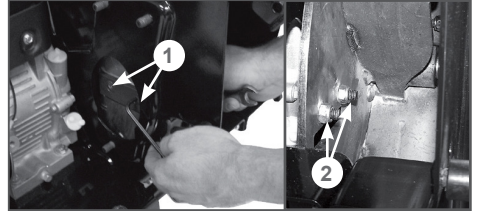

Рис. 21 Снятие ножей измельчителя
6. Ключом шестигранным 5 мм и ключом рожковым 13 мм (не входят в комплект поставки) открутите два болта 1 и две гайки 2 крепления ножа и снимите нож (Рис. 21).